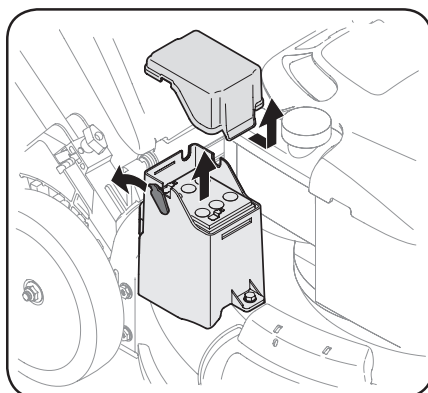

Figure 4-11
- Installez la batterie neuve. Branchez d'abord le câble positif (rouge) à la borne positive de la batterie, puis le câble négatif (noir) à la borne négative. Voir Figure 4-11.